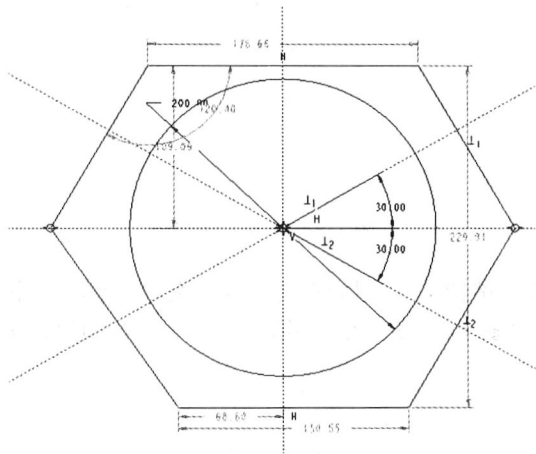

图 1-13 添加垂直约束
Step5 单击“草绘器工具”工具栏“约束”面板中的“垂直”按钮 $\perp$ ，选择直线 2 和中心线 1，使直线 2 和中心线 1 垂直。采用同样的方法作用于直线 3 和中心线 2，图形显示如图 1-13 所示。